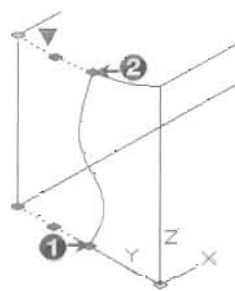

图 13-120
(3) 为了构造两个曲面的边界, 需要将上面的曲线和下面的直线分别打断成两段 (图 13-120 所示的交点 1 和 2 就是打断点的位置), 单击“修改”工具栏中的“打断于点”按钮, 从中间断断两条线段, 命令执行过程如下。